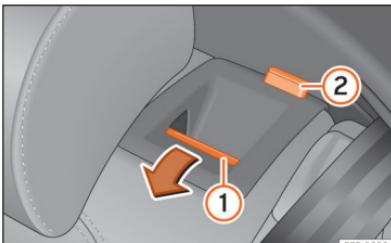

Fig. 74 Banco traseiro: rebater o encosto.
- Pressione o botão de desbloqueio »» Fig. 74 ① para a frente e, ao mesmo tempo, rebata o encosto. O encosto traseiro está desbloqueado quando se vê uma marca vermelha no botão ②.